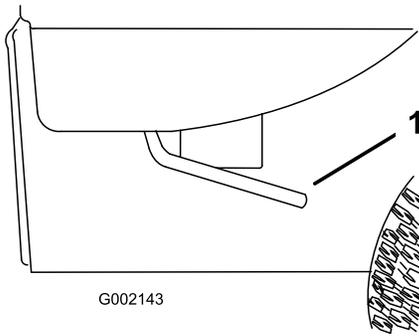

図 26
1. 荷台の右側または左側でレバーを引き上げ、荷台を持ち上げる（図 26）